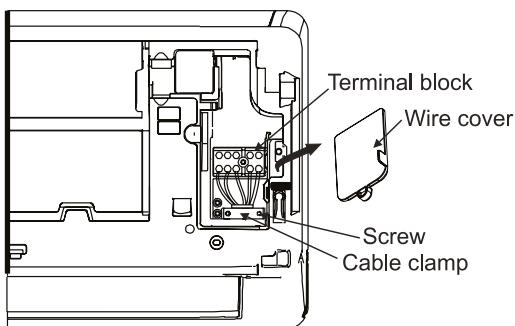

Figura 19
- Para montar el cable en la unidad interior: abra el panel frontal y la placa de la cubierta de la regleta de terminales en el lado derecho de la unidad interior. Figura 19.